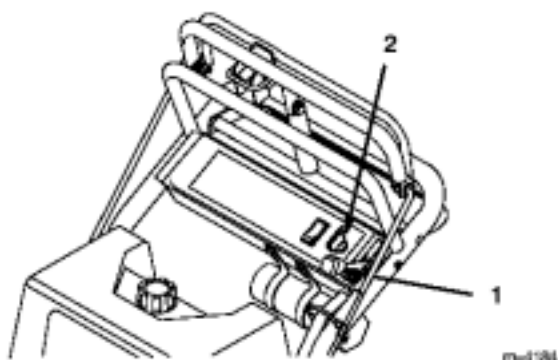

图12
- 1、将油门杆放置“慢”档。（图12）
- 2、关闭点火键。（图12）